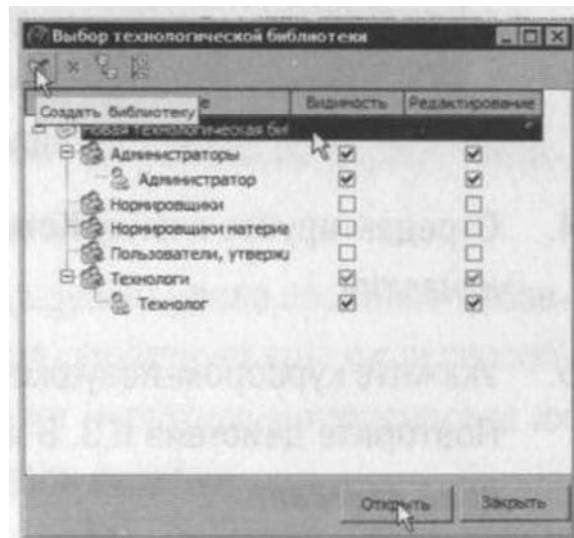

Рисунок 33
10. Нажмите на панели инструментов кнопку  **Библиотека пользователя**. После этого откроется дополнительное окно **Выбор технологической библиотеки** (рис. 33). Нажмите на панели инструментов окна кнопку  **Создать библиотеку**.